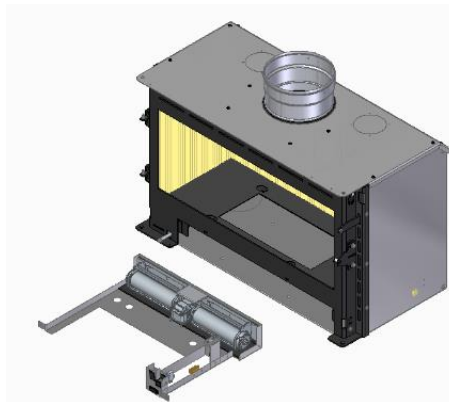

Figura 47 – Remoção do kit de ventilação
d. Depois destas peças todas retiradas, o kit de ventilação já se pode retirar do equipamento, ver Figura 47. Para voltar a montar, terá que proceder ao processo inverso de montagem.